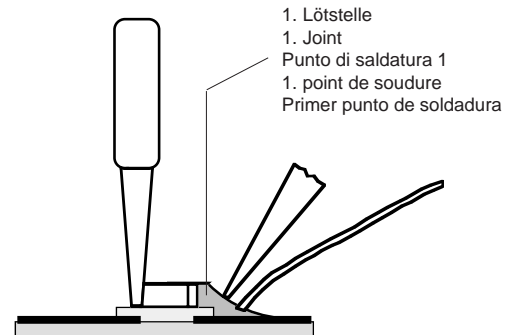

Fig. 4
4. Schritt: CHIP an der Lötstelle ansetzen, zentrieren und anlöten (Fig. 4).
4. Appoggiare il CHIP sul punto di saldatura, centrarlo e quindi saldarlo (Fig. 4).
4. step: Put the CHIP onto the soldering point, then center and fix it (Fig. 4).
4. Poser le composant CMS sur cette pointe de soudure, centrer et souder. Maintenir le composant CMS à l'aide d'une pince brucelle (Fig. 4).
- Cuarto paso: Colocar el CHIP sobre la gota de estaño, centrarlo y soldarlo (Fig. 4).